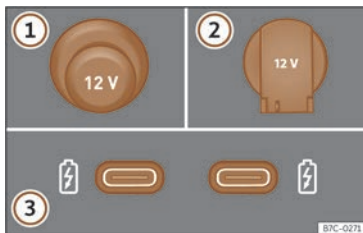

Fig. 147 Tomas de corrente de 12 voltios do vehículo.
>>> fig. 147
En función do equipamento e do país, o vehículo pode dispor tamén de conectores USB con función **exclusivamente de carga ou toma de corrente** >>> fig. 147 ③.